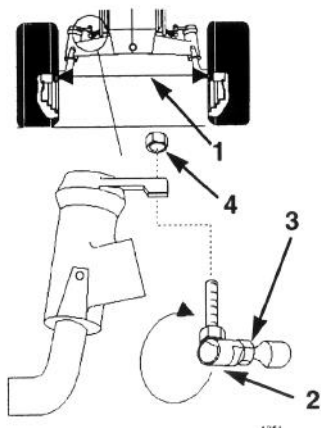

Figure 29
Maintenir le pincement des roues avant spécifié. En cas d'usure irrégulière des pneus, de scalpage du gazon ou de difficulté à tourner le volant, un réglage peut s'avérer nécessaire. Contrôler le pincement des roues toutes les 100 heures de fonctionnement ou une fois par an, selon ce qui se présente en premier (Fig. 29).
3. Mesurer entre les jantes des roues avant et arrière, au niveau de l'axe (Fig. 29).
2. Déposer la rotule d'un levier de direction (Fig. 29).
4. Tenir les pans de la rotule pour les aligner avec les pans de la barre d'accouplement et serrer le contre-écrou (Fig. 29).